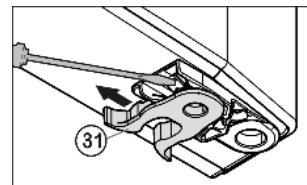

Fig. 11
- ▶ Flytta fjäderklämman *Fig. 11 (31)*: Tryck ner spärrhaken, drag bort fjäderklämman.